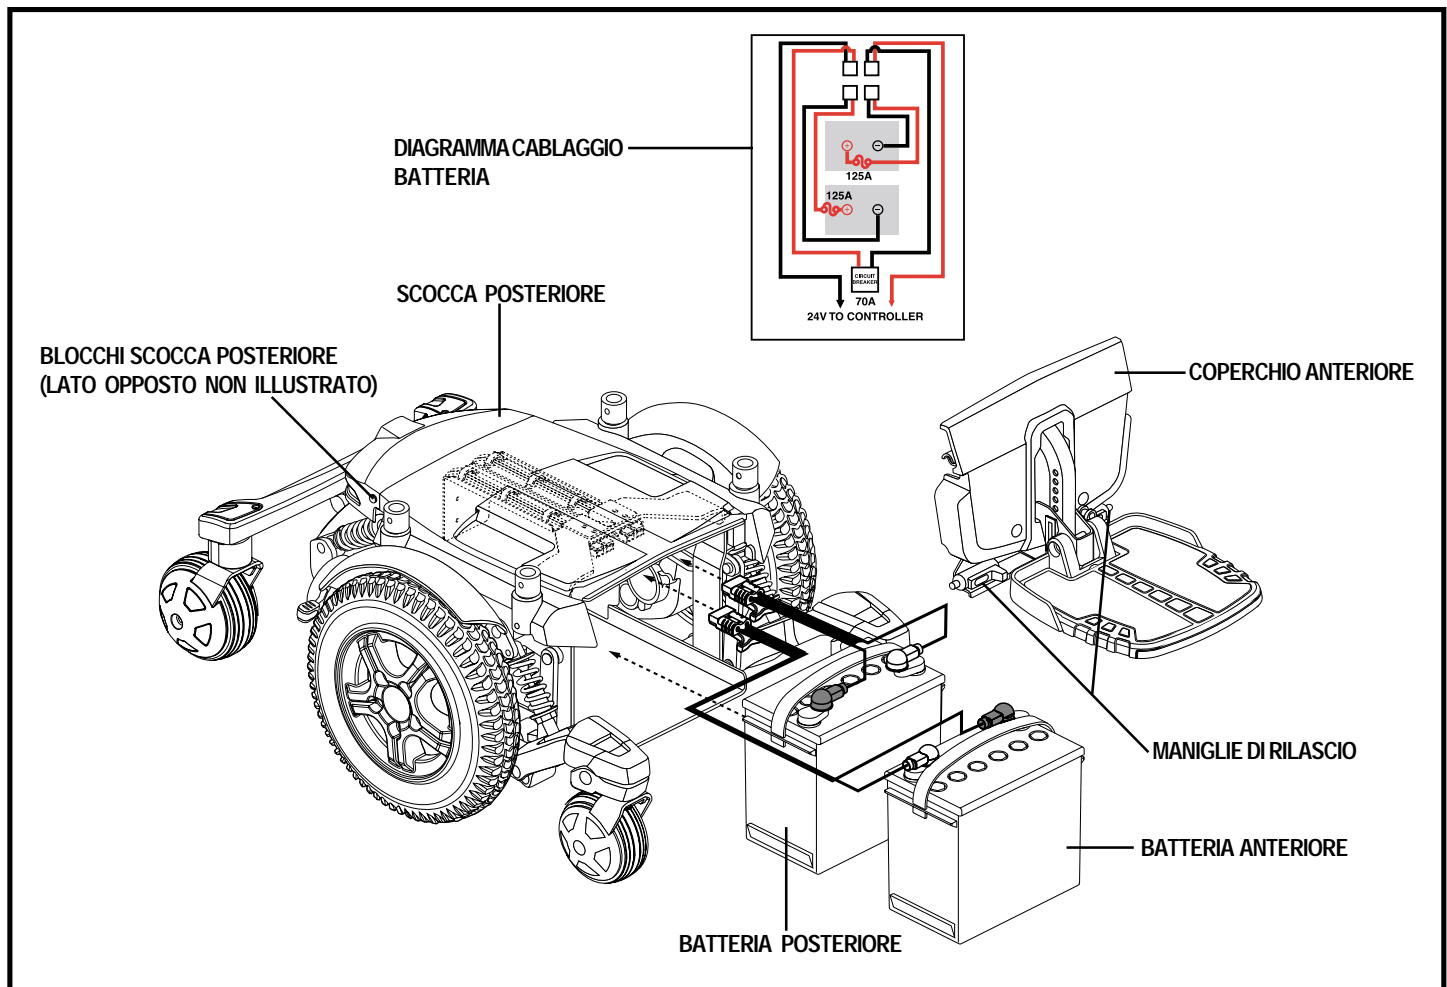

Figura 27. Installazione della batteria
3. Rimuovere il pianale per i piedi stringendo le maniglie di rilascio (vedere figura 27) e sollevando il supporto della piattaforma verso l'alto e allontanandolo dalla base elettrica.
7. Collegare il gruppo batteria alla batteria anteriore seguendo il diagramma di cablaggio corrispondente. Vedere figura 27.
8. Collegare il gruppo batteria alla batteria posteriore seguendo il diagramma di cablaggio corrispondente. Vedere figura 27.